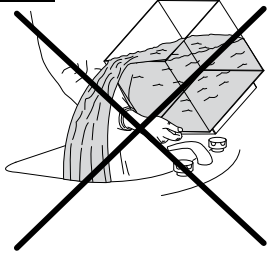

Fig. 5
e. Collocare l'acquario lontano da fonti di calore e correnti d'aria fredda, come stufe, termosifoni, caminetti e finestre (fig. 5).